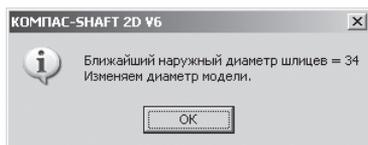

Рис. 3.26. Окно сообщений
- щелкните во всплывающем меню, например, по пункту **Прямобочные**. Появится окно сообщений, см. рис. 3.26;